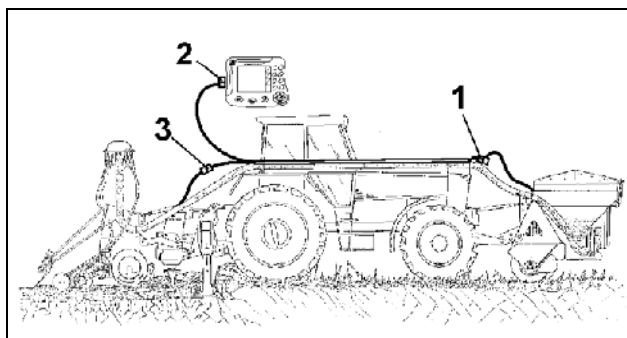
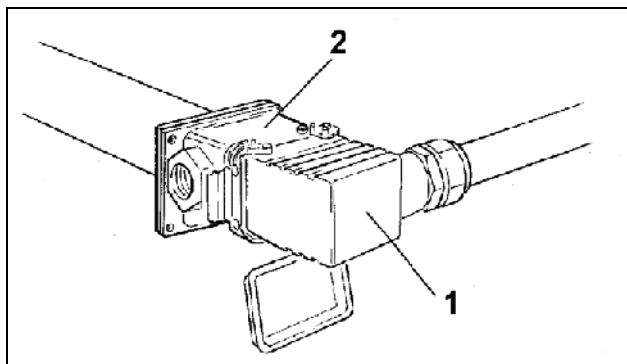
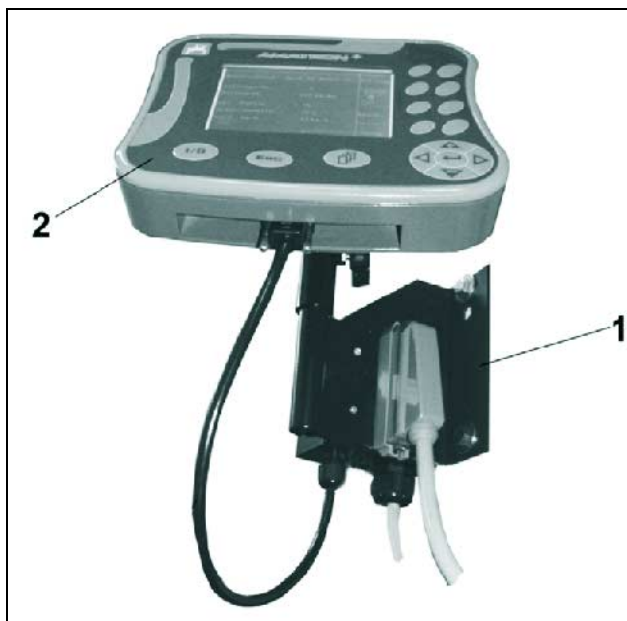

Fig. 45
Fig. 46
Fig. 47
Coloque y fije junto con los tubos de siembra el arnés de cables (Fig. 45) al remolcador.
- Conectar la clavija combinada del tanque frontal al arnés de cables (Fig. 45/1, Fig. 46).
- Conectar la clavija del riel de siembra al arnés de cables (Fig. 45/3).
- Conectar el arnés de cables con la clavija de máquina al equipamiento básico de remolcador del **AMATRON 3** (Fig. 45/3, Fig. 47).